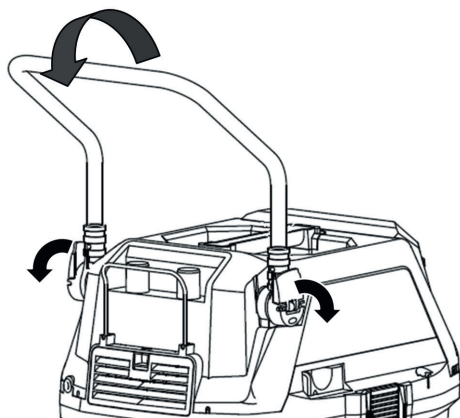

Рис. 17
- Отведите в стороны фиксаторы транспортировочной рукоятки и сложите её (рис. 17).